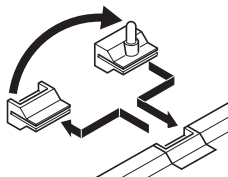

Figura 5
6. **Gire el pasador de la cubierta.** Antes de montar la base de la campana en la pared, gire la base vertical u horizontalmente (dependiendo de la cubierta de la campana) y deslice el pasador de la cubierta fuera de la base de la campana. Gire el pasador y deslice el pasador de la cubierta hacia la base de la campanilla (vea la Figura 5).